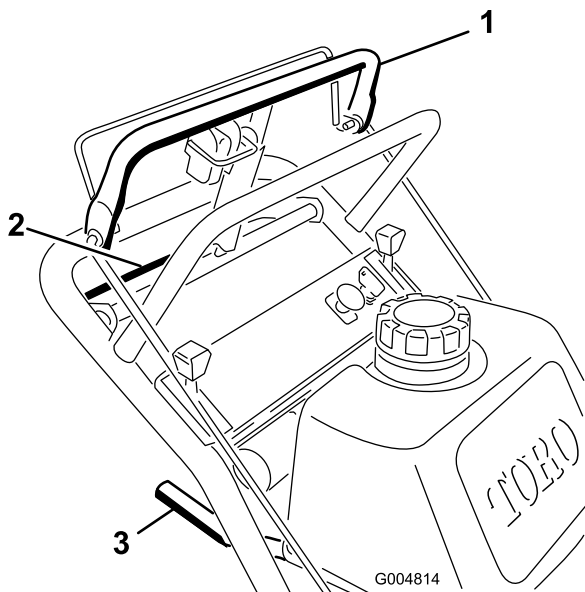
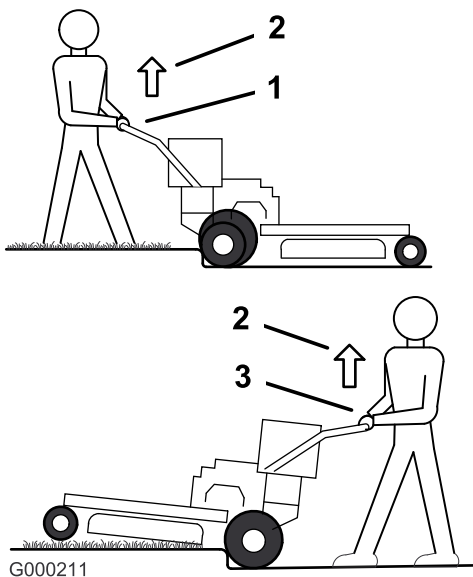

Figure 10
Figure 11
1. Pour vous déplacer en marche avant, sélectionnez une vitesse en marche avant (Figure 10).
3. Appuyez lentement sur la barre de commande supérieure pour avancer (Figure 10).
Pour vous déplacer en ligne droite, appliquez une pression égale aux deux extrémités de la barre de commande supérieure (Figure 10).
Pour tourner, relâchez la pression sur le côté de la barre de commande supérieure dans la direction que vous voulez prendre (Figure 10).
3. Rapprochez lentement la barre de commande inférieure de la poignée inférieure du guidon pour vous déplacer en marche arrière (Figure 10).
3. Conduisez la machine jusqu'à ce que les roues pivotantes rencontrent la bordure (Figure 11).
4. Appuyez sur la poignée inférieure du guidon pour soulever l'avant de la machine (Figure 11).
5. Conduisez la machine jusqu'à ce que les roues motrices rencontrent la bordure (Figure 11).
6. Abaissez l'avant de la machine (Figure 11).
7. Engagez la barre de commande inférieure et soulevez la poignée inférieure du guidon simultanément pour monter sur la bordure (Figure 10 et Figure 11).
3. Conduisez la machine jusqu'à ce que les roues motrices rencontrent la bordure (Figure 11).
4. Engagez la barre de commande inférieure et soulevez la poignée inférieure du guidon simultanément (Figure 10 et Figure 11).